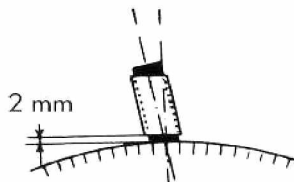

Рис. 1
- Отрегулировать дистанцию щётка-держателя в коллекторе между 2 и 3 мм (рис. 1).